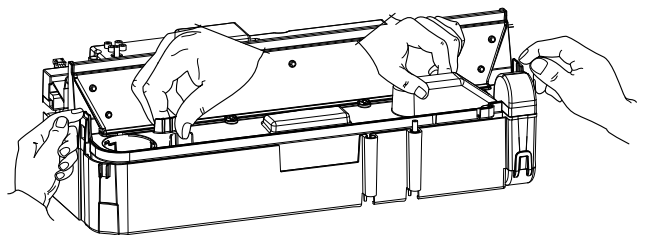
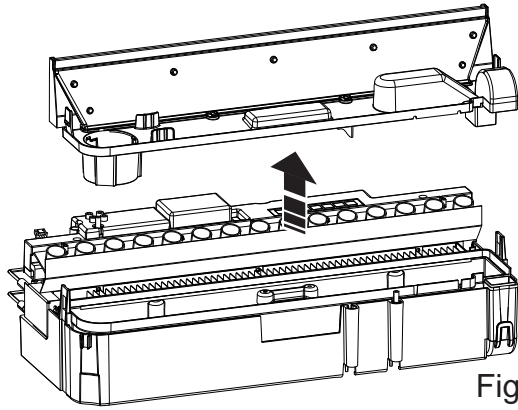

Fig.8
Fig.9
5. Er zijn twee klemmen, een aan de linker en een aan de rechterzijde van de opvangbak, die de opvangbak omlaag houden. Druk aan de linkerzijde de klem met één hand naar binnen, en til met de andere hand het mondstuk uit de klem. Herhaal deze bewerking aan de rechterzijde (Afb.8). Het mondstuk is nu losgemaakt, til het eraf en leg het opzij (Afb.9)